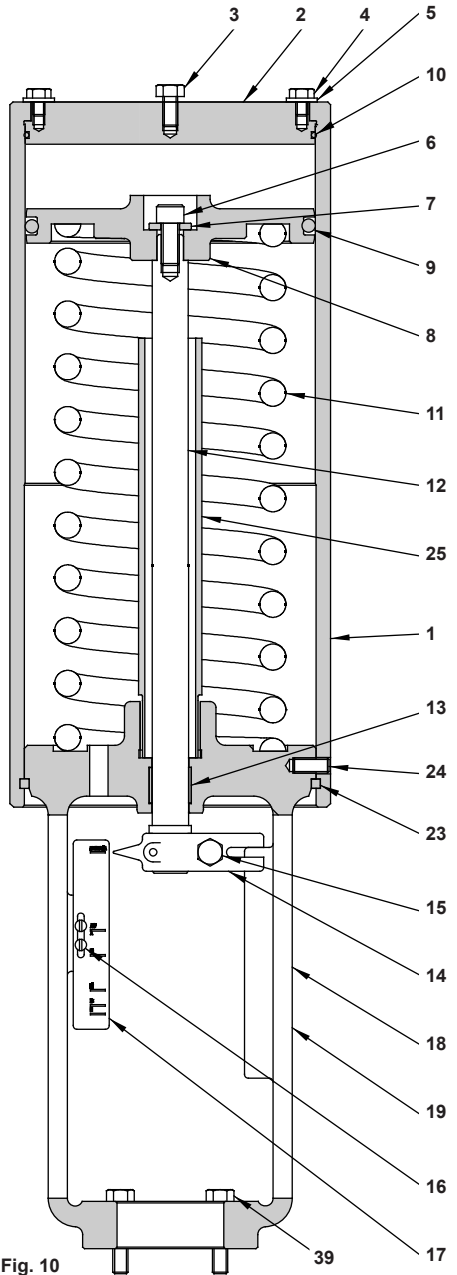

Fig. 10
- Insérer le guide (13) dans l'arcade (19).
- Appliquer de la graisse à base de graphite NEVER SEEZ PURE NICKEL SPECIAL sur les filets du limiteur de course (25).
- Visser le limiteur de course (25) sur l'arcade (19) jusqu'à ce qu'une résistance mécanique se fasse sentir et le serrer d'une seule main à l'aide d'une courte barre.
- Appliquer de la graisse à base de silicone LUMOMOLY TF-92 sur la tige (12) et l'insérer dans l'arcade (19) par le dessous.
- Introduire le ressort (11) dans l'arcade (19).
- Appliquer le mastic silicone DOW CORNING 732 à l'extrémité de la tige (12). Voir Fig. 10.
- Bloquer la tige (12) à l'extrémité inférieure de l'arcade (19), à l'aide d'un dispositif approprié.
- Appliquer de la graisse à base de graphite NEVER SEEZ PURE NICKEL SPECIAL sur les filets du boulon (6).
- Comprimer le ressort (11) avec le piston (8) à l'aide d'un dispositif approprié, jusqu'à ce que l'extrémité supérieure de la tige soit dans le piston (8) suffisamment loin pour pouvoir insérer la rondelle (7) et visser le boulon (6) et serrer en appliquant le couple de serrage du tableau 3.
- Appliquer de la graisse à base de silicone LUMOMOLY TF-92 et insérer le joint torique (9) dans le piston (8).
- Appliquer de la graisse à base de silicone LUMOMOLY TF-92 et insérer le joint torique (10) dans le couvercle du cylindre (2).
- Insérer le couvercle du cylindre (2) sur le cylindre (1).
- Appliquer de la graisse à base de graphite NEVER SEEZ PURE NICKEL SPECIAL sur les filets du boulon (4).
- Bloquer le couvercle du cylindre (2) avec les boulons (4) et les rondelles (5) et serrer en appliquant le couple du tableau 3.
- Lubrifier la surface intérieure du cylindre (1) avec de la graisse à base de silicone LUMOMOLY TF-92.
- Insérer le cylindre (1) sur l'étrier (19). S'assurer que le grand trou latéral du cylindre et le trou fileté de l'étrier sont alignés.